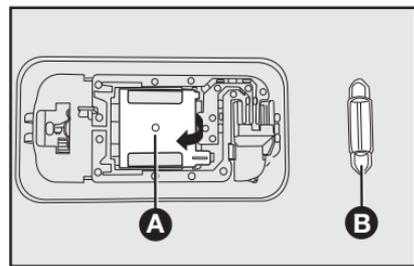

fig. 67
- abra la tapa **A-fig. 67**, utilizando un destornillador, para tener acceso a la lámpara.;
- saque la lámpara **B-fig. 67** y sustitúyala;